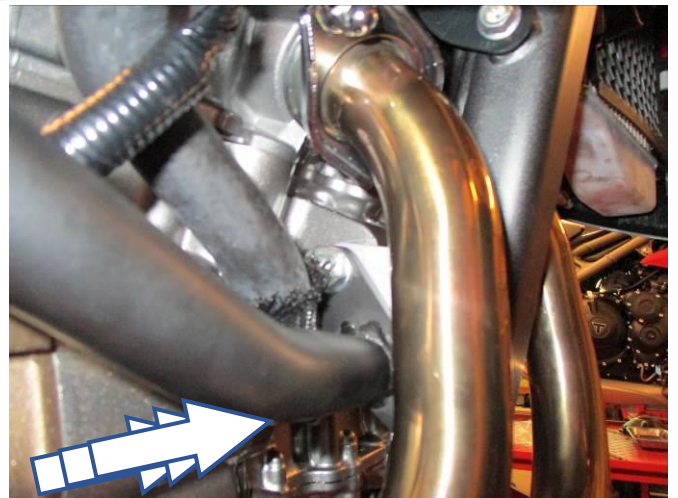
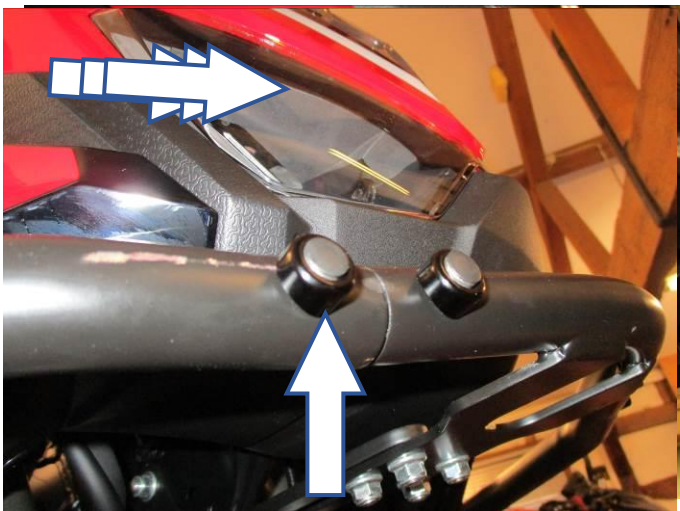

Abbildung 20
Abbildung 21
- Den Adventure-Sturzbügel für die rechte Seite (**Artikel 1**) in Position bringen wie in **Abbildung 20** abgebildet. Eine M10 Unterlegscheibe (**Artikel 8**) und eine M10 Mutter (**Artikel 7**) an der oberen Verbindungsstange montieren (zu diesem Zeitpunkt nicht festziehen) – siehe **Abbildung 21**.
- Das obere Ende des Adventure-Sturzbügels in das offene Ende des Verbindungsblocks einsetzen und mit einer M6 Inbusschraube (**Artikel 16**) und einem Distanzhalter (**Artikel 17**) sichern wie in **Abbildung 21** abgebildet.